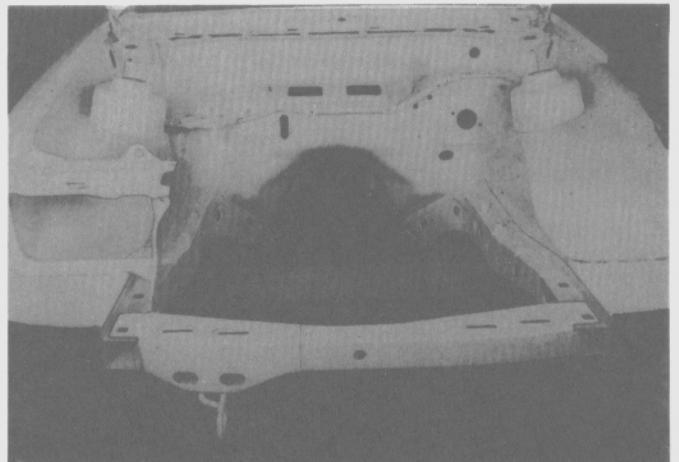

Fig. 121
- Separar el travesaño (Fig. 121).